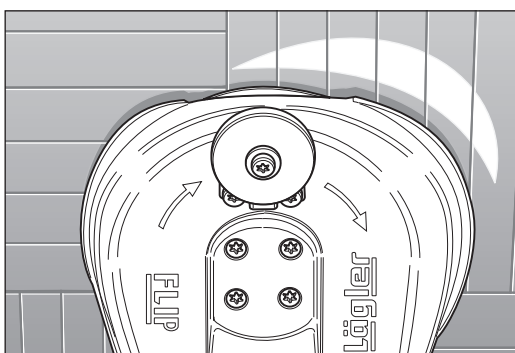
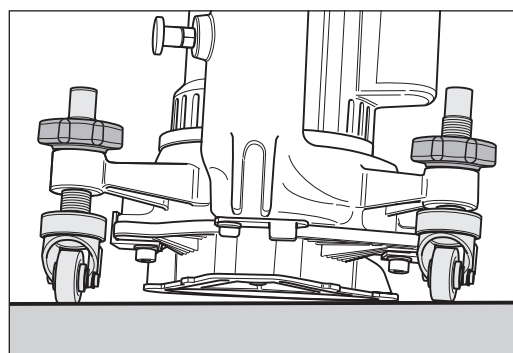
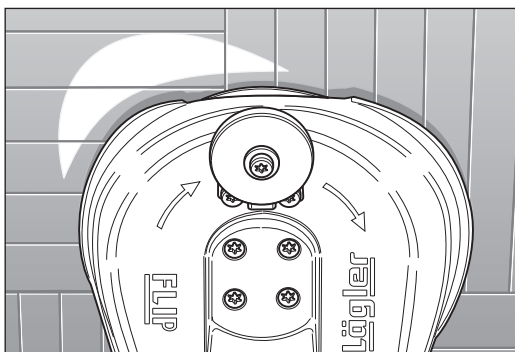
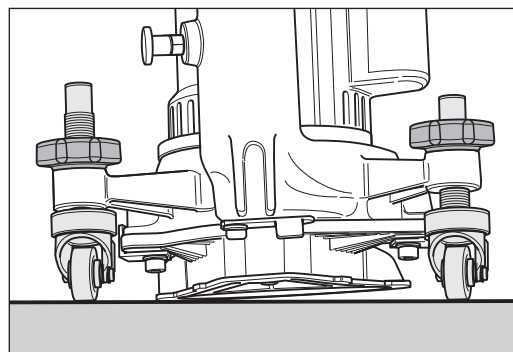

Bild 55 Felaktig inställning av styrhjulen:
Bild 56 Maskinen slipar för långt åt höger:
Bild 57 Felaktig inställning av styrhjulen:
Bild 58 Maskinen slipar för långt åt vänster:
- 10 Om maskinen slipar för långt åt höger (bild 55) eller för långt åt vänster (bild 57), är styrhjulen inte inställda på samma höjd (bild 56 och bild 58)!